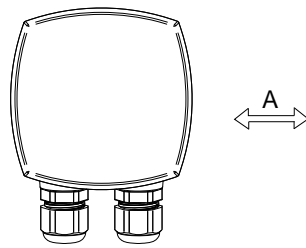

Bild 1 Einbaurichtung im Kanal (A = Volumenstromrichtung)
- Platzieren Sie den DTTHC Transmitter im Kanal mit den Kabelverschraubungen senkrecht zur Volumenstromrichtung, siehe *Bild 1*.